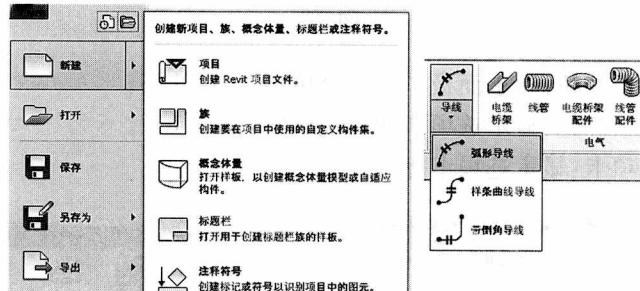

图 1-12
(3) 如果按钮的底部或左侧部分有箭头，表示可以展开面板，显示其他工具或空间，见图 1-12。